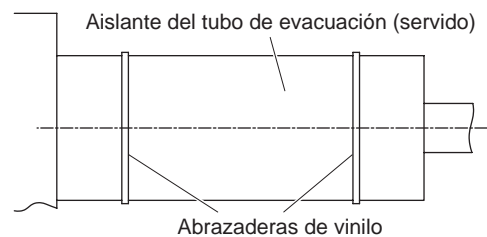

Fig. 3-38
2. Una vez controlada la evacuación, enrrolle la estopa de estanqueidad y el aislante suministrados alrededor del tubo de evacuación. (Fig. 3-38)